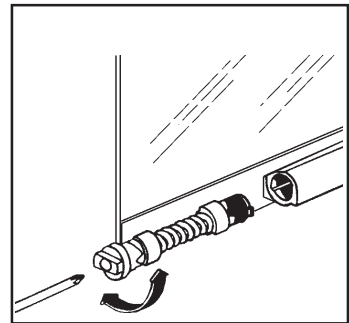

Рис. 7
- 5) Чтобы отрегулировать равновесие крышки, поверните по или против часовой стрелки центральные винты правого и левого шарниров (рис. 7).